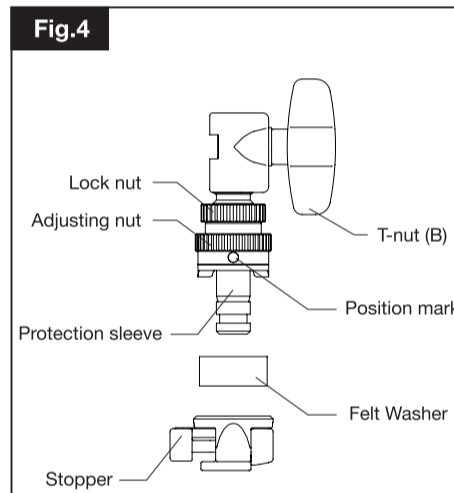

Fig.5
1. Slide the RED side of the switch to the OFF position (Fig.5). Remove the stopper & felt washer.
1. 図5のようにストッパーの赤いボタンをOFFの矢印の方向に押し、ストッパーとフェルトワッシャーを取り外します。